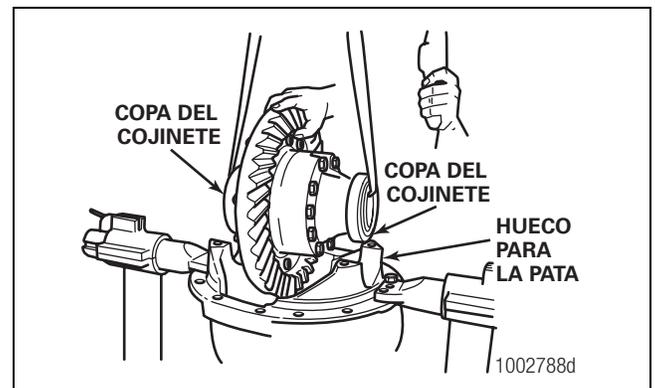

Figura 5.32
5. Instale las copas del cojinete sobre los conos del cojinete en las medias cajas. Figura 5.32.
6. De manera segura, levante el conjunto del diferencial y la corona e instálolo en el portadiferencial. Las copas de los cojinetes deben calzar en forma plana en los huecos entre las patas del portadiferencial. Figura 5.32.